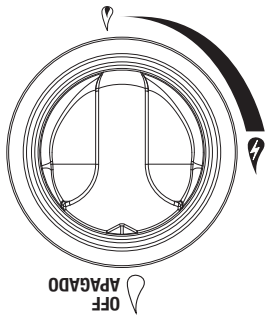

Figura 4
3. Inserte y gire el tanque de gas propano líquido en el sentido de las manecillas del reloj hasta que encaje firmemente. **APRIETE A MANO SOLAMENTE.** Tenga cuidado de no dañar la rosca al apretarlo en el tanque (vea Figura 4).